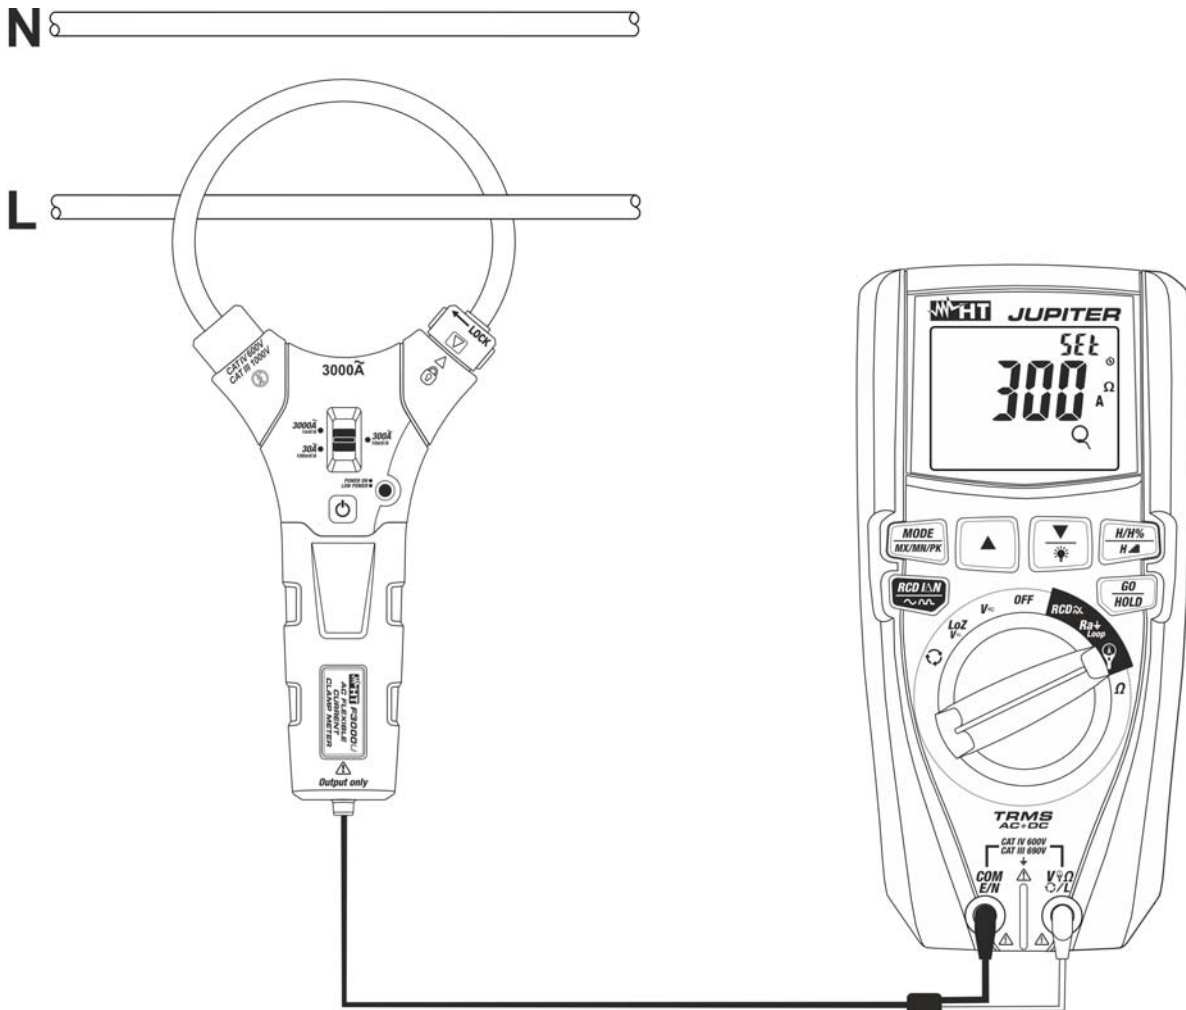
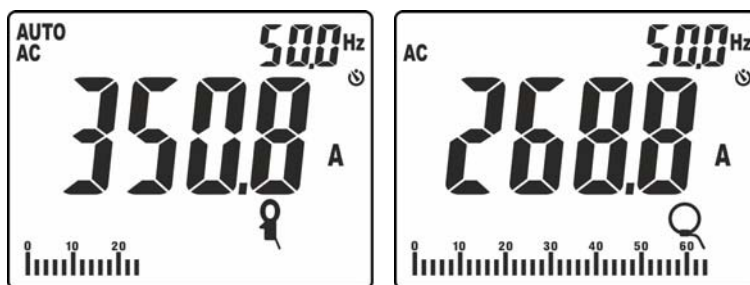

Fig. 38: Uso dello strumento per misura di corrente con trasduttori a pinza
Fig. 39: Risultato misura di corrente AC con pinza standard e flessibile
8. Inserire il cavo al centro del toroide (vedere Fig. 38). Il valore della corrente è mostrato nella Fig. 39